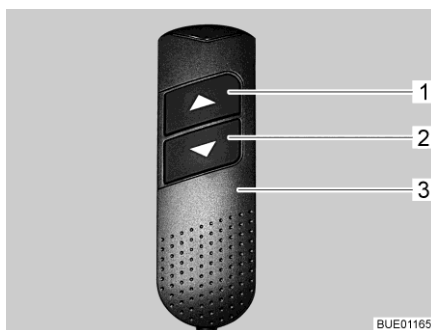

Fig. 100 Elemento di comando (letto basculante)
- Sull'elemento di regolazione (Fig. 100,3) premere contemporaneamente i due tasti freccia (Fig. 100,1 e 2) e tenerli premuti fino a quando il letto basculante non si è spostato completamente verso il basso. Una volta rilasciati i tasti viene emesso un segnale acustico di conferma.
- Sull'elemento di regolazione (Fig. 100,3) premere il tasto freccia inferiore (Fig. 100,2) e tenerlo premuto fino a quando il letto basculante non ha raggiunto la posizione finale in basso.
- Sull'elemento di regolazione (Fig. 100,3) premere il tasto freccia superiore (Fig. 100,1) e tenerlo premuto fino a quando il letto basculante non ha raggiunto la posizione finale in alto.
- Portare leggermente il letto basculante con i tasti freccia (Fig. 100,1 o 2) nella direzione opposta.